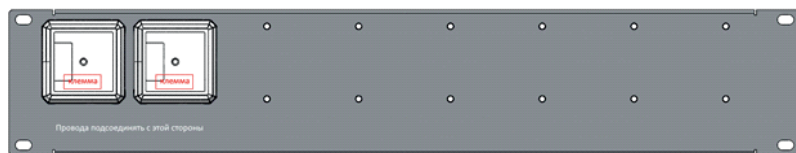

Рисунок 2
2.2 Изоляторы шлейфа ИЗ-1-R3 установлены на панели SBP при помощи шайб и гаек М4 (рисунок 2).